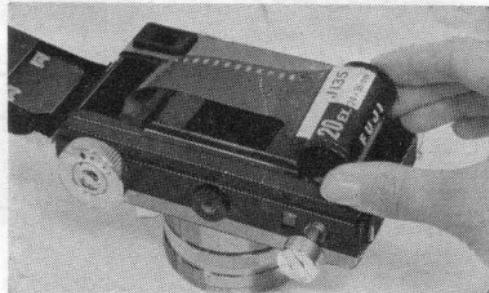

Fig. 4
- 3. Insert film cartridge into the film chamber. (Fig. 4)
- 3. Setzen Sie die volle Filmpatrone ein. (Fig. 4)
- 3. Tirez-le dehors jusqu'a l'arrêt et introduisez la cartouche du film pleine. (Fig. 4)
- 3. Insértese el cartucho de película en la cámara. (Fig. 4)